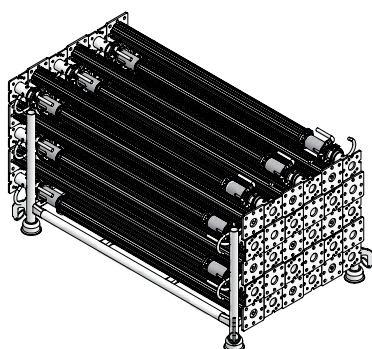

Abb. 36.1 MEP 300 im Stapelgestell
■ 30 MEP 300 760 kg (Abb. 36.1),